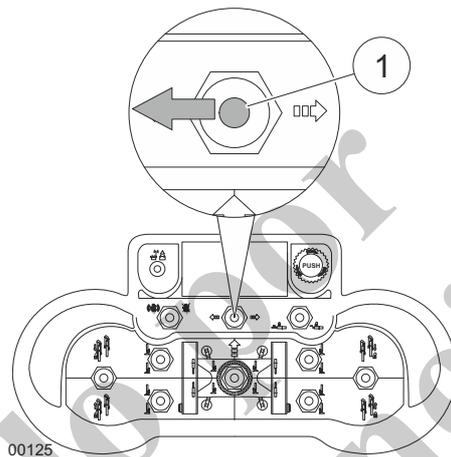

Fig. 164 Telescopización del portador de ruedas de oruga hacia adentro
- 5 Presione hacia la izquierda la palanca (1, Fig. 164) del control remoto por radio hasta que el portador de ruedas de oruga derecho quede completamente retraído.